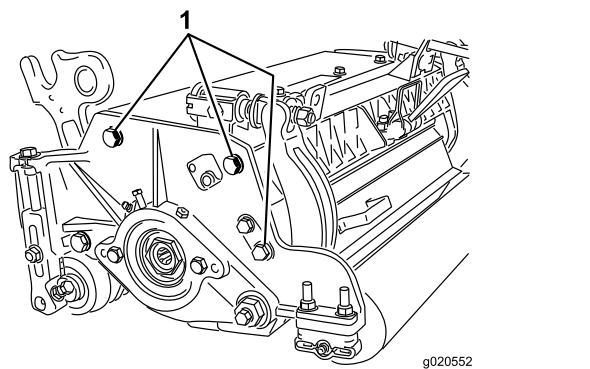

图12
**注意** 后滚筒相对滚刀的位置通过组装部件的加工公差进行控制因此无需调节平行。将滚刀组放在平板上并松开侧板安装平头螺丝可以进行轻微的调节图12。调节并拧紧平头螺丝。上紧平头螺丝扭矩至 2736N·m。